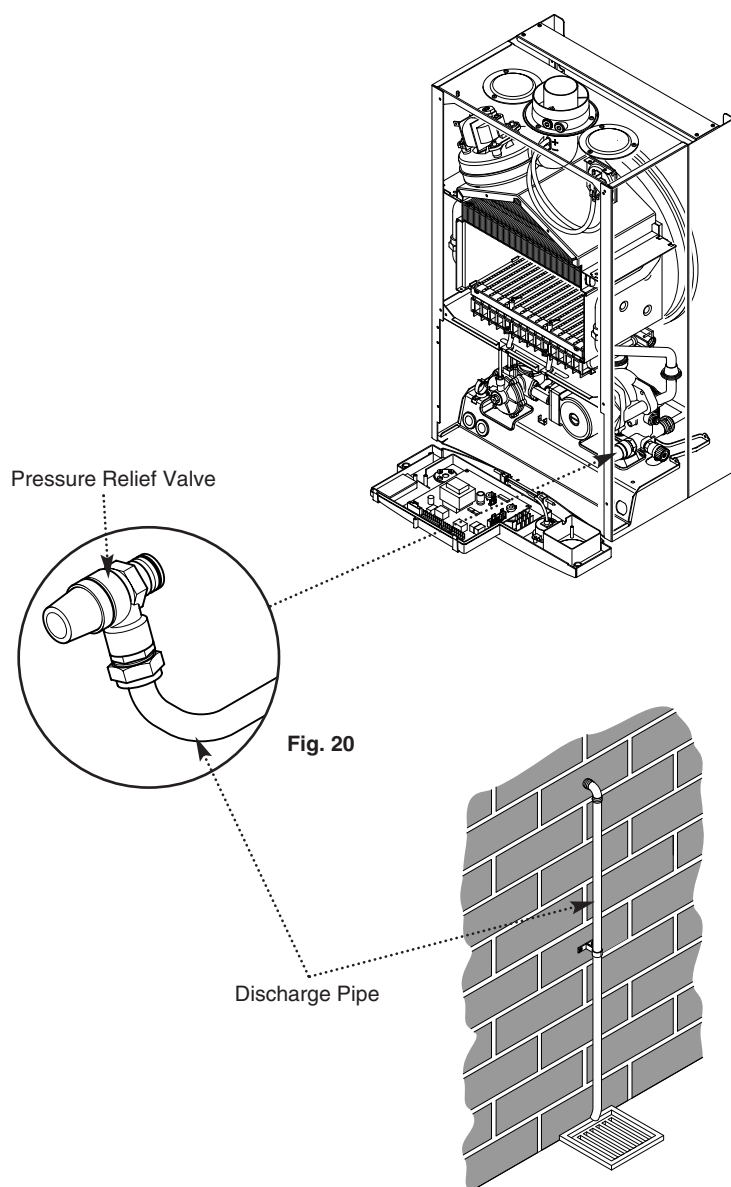

Fig. 20
8.5 Fitting the Pressure Relief Discharge Pipe (Fig. 20)